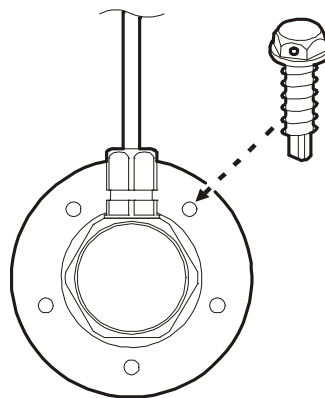

Рис. 4.2 – Положення гвинта з отвором для пломбування
- Закріпити фланець гвинтом ES.004 (з додатковим отвором для пломбування). Гвинт повинен розташовуватися поруч із кабельним вводом з правого боку (рис. 4.2):